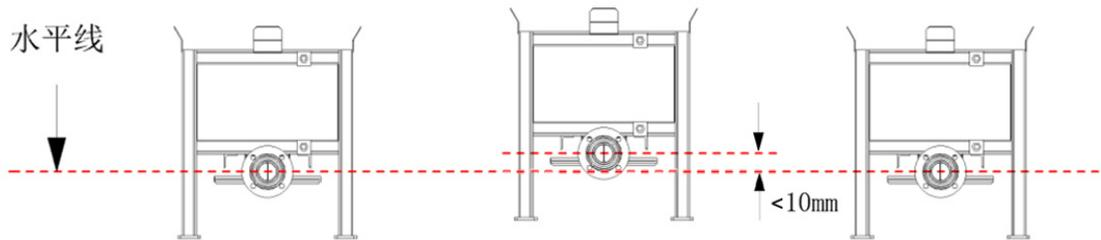

图 6 多台曝气箱安装水平高差示意图
3) 多台膜组器并列运行时，各组器曝气管平面的水平度应控制在  $10\text{mm}$  以内(如图 6 所示)。